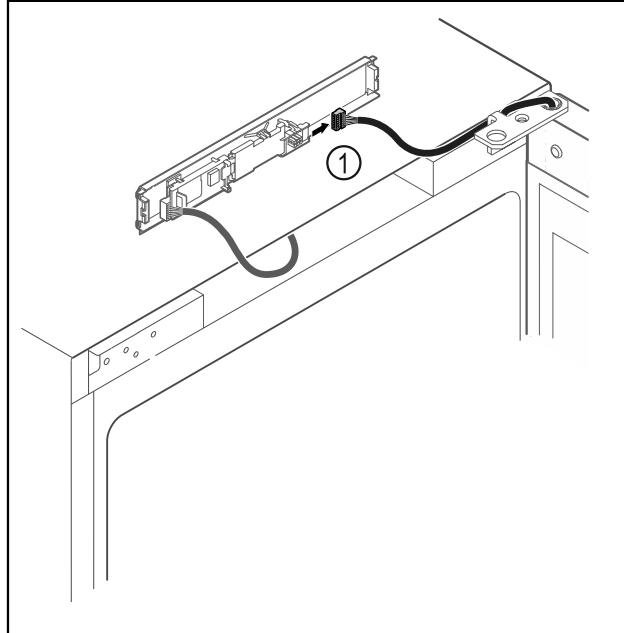

Fig. 19
► Αποσυνδέστε το φίς Fig. 19 (1) από την πλακέτα.